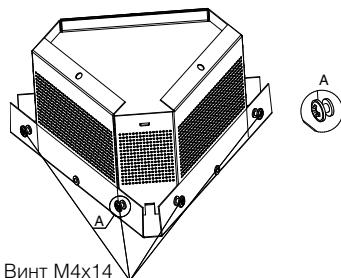

Рис. 7 – Установка винтов на дожигатель
- На дожигатель наживите винты для установки в пазы верхних профилей решетки (Рис. 7).